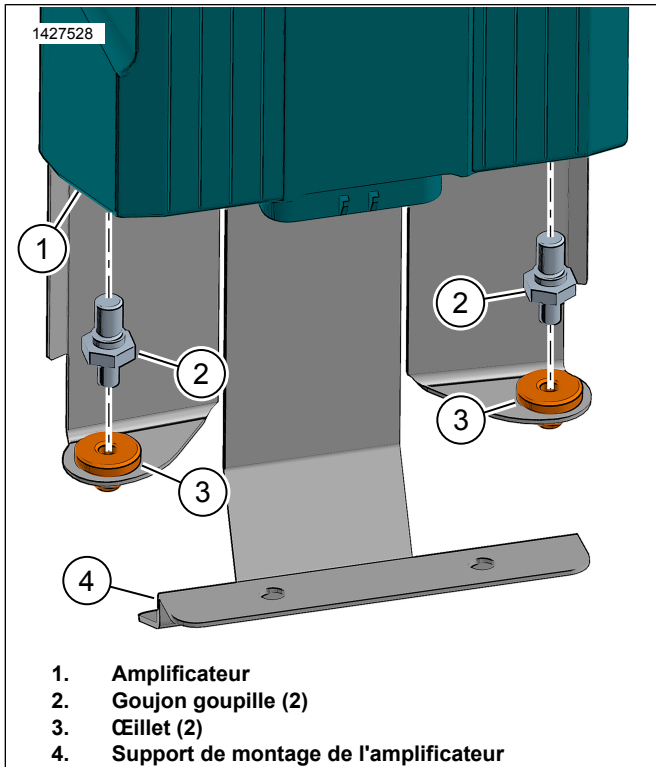

Figure 12. Goujon de l'amplificateur
4. Voir la figure 12. Installer l'œillet (3) dans le support de montage de l'amplificateur (4).
5. Installer la goupille de fixation (2) dans l'amplificateur (1). Serrer.